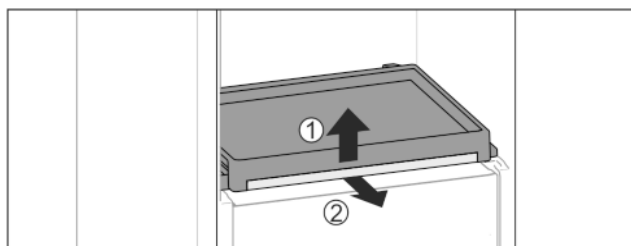

Fig. 36
- ▶ Извадете изтеглящата се дъска със стъклената плоча: Повдигнете леко отпред стъклената плоча Fig. 36 (1) и изтеглете напред Fig. 36 (2).